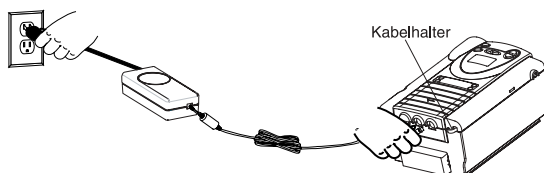

Abb. 5-8 Einstecken der Wechselstromquelle
3. Das Kabel lose verlegen und das Kabel am anderen Ende der Stromquelle in einen der Stromanschlüsse am Harmony einstecken (siehe Abb. 5-8). Das Kabel hat einen Einrastanschluss. Korrektes Einstecken des Kabels: